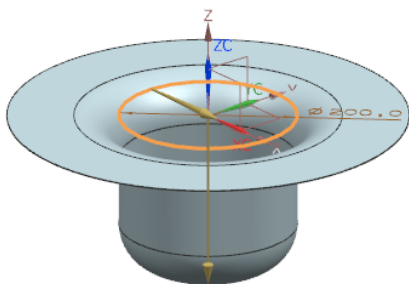

图 4-23 预览所创建的凹坑特征
(4) 单击“完成”图标，草图绘制完毕，视图区预览显示如图 4-23 所示的钣金件。